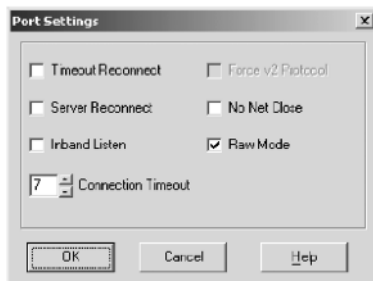

Рис. 23. Окно настройки порта
7. Щелкните по кнопке *Port Settings* («настройки порта»). Откроется диалоговое окно *Port Settings* (рис. 23, табл. 7).